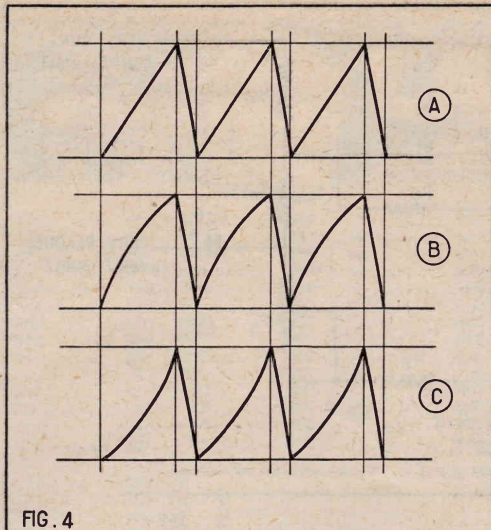

FIG. 4
c) Dans le cas d'une tension comme celle de la figure 4C, dite « parabolique », on produit à l'aide de la lampe une contre-déformation à l'aide de circuits RC et aussi par un dispositif de contre-réaction, le but final étant toujours que l'enroulement secondaire S et les bobines B_1 , B_2 soient parcourus par un courant linéaire ayant la forme A de la figure 4.
On a vu plus haut que la forme de la tension doit être du type A, B ou C de la figure 4.